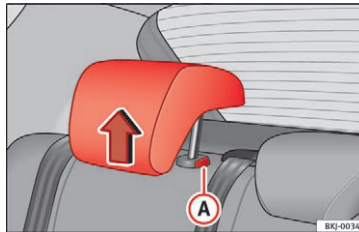

Fig. 80 Hovedstøtte i brugsposition
- **Position, når den er i brug** (hovedstøtte i hævet position) » Fig. 80 I denne position fungerer hovedstøtten som en almindelig hovedstøtte, og sammen med sikkerhedssele beskytter den bagsædepassageren.